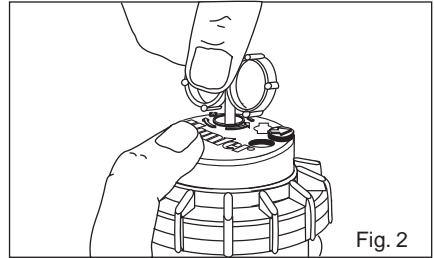

Fig. 2
1. Engager la clé Hunter dans l'orifice de réglage (Fig. 2 et 3).
1. Engager la clé Hunter dans l'orifice de réglage (Fig. 2 et 3)
Placer l'extrémité hexagonale de la clé Hunter dans la vis de réglage de portée de la buse (Fig. 2 et 3). Tourner la vis dans le sens des aiguilles d'une montre (sens d'écoulement de l'eau) pour réduire la portée ou dans le sens inverse pour l'augmenter.